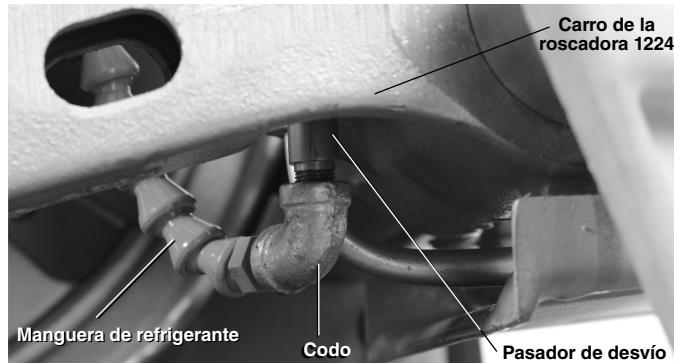

Figura 3 – Pasador de desvío colocado en su sitio
- Introduzca el pasador de desvío en el agujero de desvío que está debajo del carro. Oriente el codo hacia la manilla del carro. Con un martillo, golpee el pasador para que quede bien metido en el agujero (Figura 3).